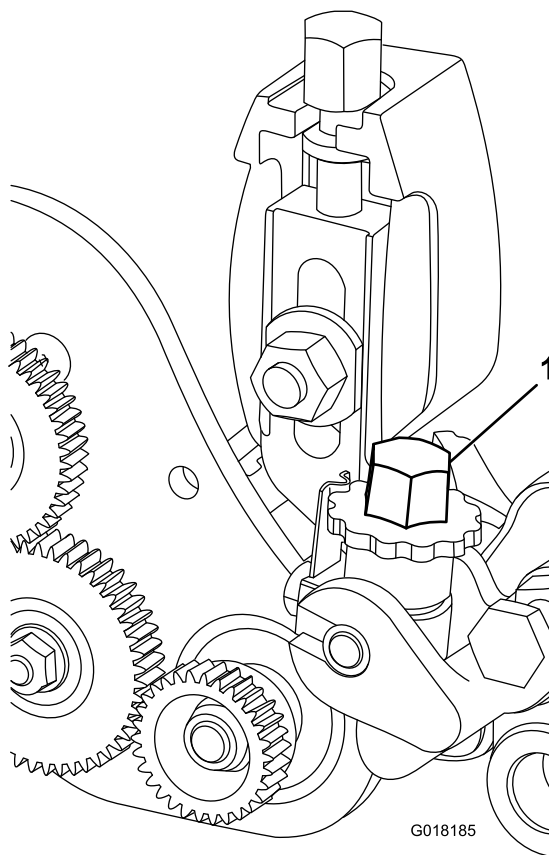

Figura 21
6. Gire el pomo de ajuste de la altura del groomer (Figura 21) para elevar o bajar la punta de la cuchilla a la altura de acondicionamiento deseada.